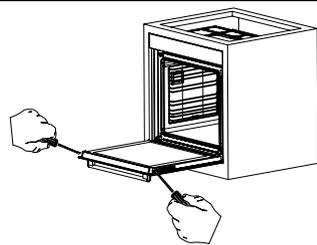
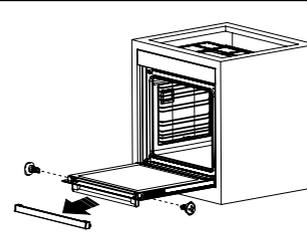
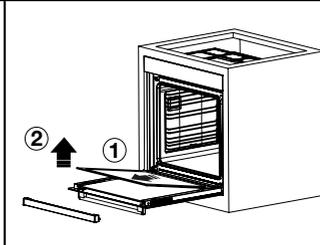

Abbildung 140
Abbildung 141
Abbildung 142
2. Entfernen Sie die Schrauben an der linken und rechten Seite, wie in Abbildung 140 gezeigt. Entfernen Sie das Profil, indem Sie es in Ihre Richtung ziehen, wie in Abbildung 141 gezeigt. Das Glas ist frei, nachdem das Profil wie in Abbildung 142 gezeigt, entfernt wurde. Ziehen Sie das frei gewordene Glas vorsichtig zu sich heran. Falls erforderlich, kann das mittlere Glas auf dieselbe Weise entfernt werden. Das äußere Glas ist am Ofentürprofil befestigt. Sie können das Glas leicht reinigen, nachdem es getrennt wurde. Sobald die Reinigung und Wartung abgeschlossen ist, können Sie die Gläser und das Profil austauschen, indem Sie den Entfernungsvorgang in umgekehrter Reihenfolge durchführen. Stellen Sie sicher, dass das Glas in der richtigen Richtung eingesetzt ist und das Profil richtig sitzt.